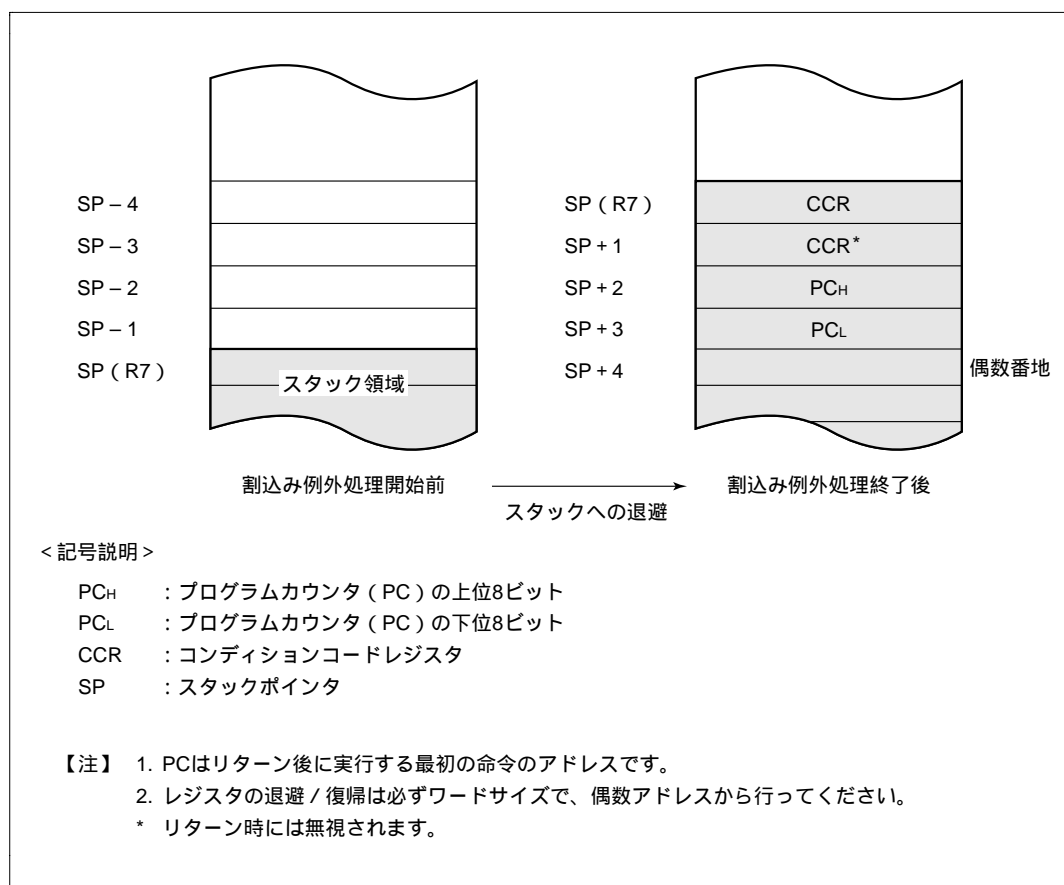

図 3.4 割込み例外処理終了後のスタック状態
- (1) 割込み許可レジスタの対応するビットが"1"にセットされている状態で、割込み要因が発生したとき、割込みコントローラに対して割込み要求信号が送られます。
- (2) 割込みコントローラに割込み要求信号が送られると、割込み要求フラグがセットされます。
- (3) 割込み許可フラグが"1"にセットされている割込みの中で、優先順位にしたがって最高位の割込み要求が選択され、その他は保留となります(表 3.2 参照)。
- (4) CCR の I ビットを参照し、I ビットが"0"にクリアされている場合は、割込み要求は受け付けられますが、I ビットが"1"にセットされている場合は割込み要求は保留となります。
- (5) 割込み要求が受け付けられると、そのとき実行中の命令の処理が終了した後、PC と CCR がスタック領域に退避されます。このときのスタックの状態を図 3.4 に示します。スタックされる PC は、リターン後に実行する最初の命令のアドレスを示しています。
- (6) CCR の I ビットが"1"にセットされます。これにより、すべての割込みはマスクされます。
- (7) 受け付けた割込みに対応するベクタアドレスを生成し、そのアドレスの内容によって示されるアドレスから、割込み処理ルーチンの実行を開始します。